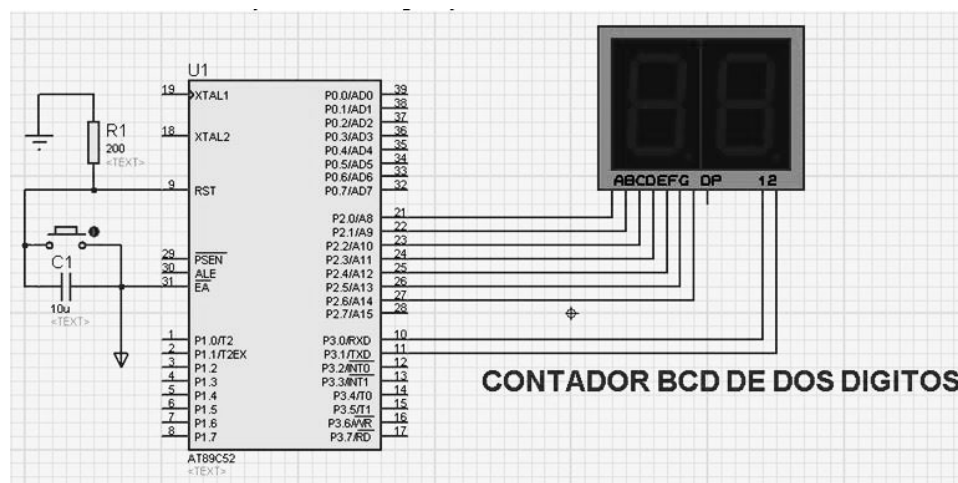

Figura 16.47: Sistema digital de ContadorBCD.ASM en Proteus
4. Construya el sistema digital mostrado en la figura 16.47 y verifique su funcionamiento. Tome foto a color a la pantalla.
Con ContadorBCD.ASM modificado construya el sistema digital mostrado en la figura 16.47 y muestre al instructor su funcionamiento.